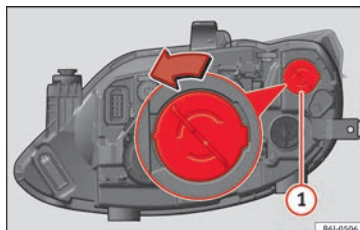
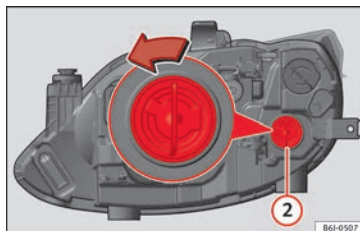

Abb. 89 DRL-Licht (Tagfahrlicht) im Einfachscheinwerfer.
Abb. 90 Blinklicht im Halogen-Scheinwerfer
- Drehen Sie den Lampenträger » Abb. 89 ① oder » Abb. 90 ② nach links und ziehen Sie.